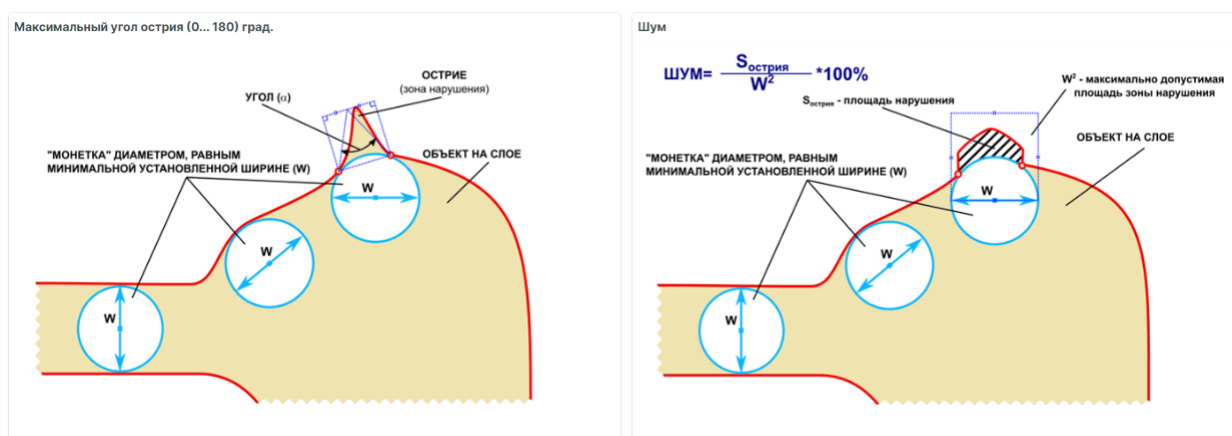

Рис. 368 Максимальный угол острия и шум
- «Мин. ширина» – проверка узких мест всех элементов, расположенных на слоях печатной платы. В правиле устанавливаются величины: минимальная ширина элементов слоя, максимальный угол острия ($0^\circ - 180^\circ$), шум – отношение площади острия к квадрату минимальной ширины ($0\% - 100\%$), см. Рис. 368.